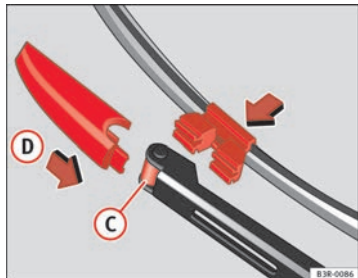

Abb. 182 Wischerblatt befestigen
- Das neue Wischerblatt in die Aufnahme des Scheibenwischerarms ⇒ Abb. 182 (C) einsetzen.
- Schieben Sie das Verriegelungsstück am Wischerblatt in Pfeilrichtung (D), bis es spürbar am Wischerarm einrastet.